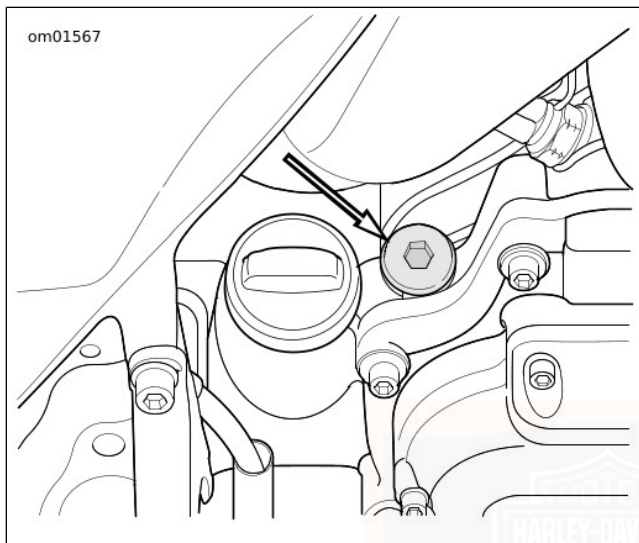

Figura 50. Ubicación de la varilla medidora de la transmisión
1. Vea Figura 50. Extraiga de la transmisión la varilla medidora de lubricante. Limpie la varilla medidora.
1. Vea Figura 50. Extraiga el tapón de llenado/varilla medidora de la transmisión.